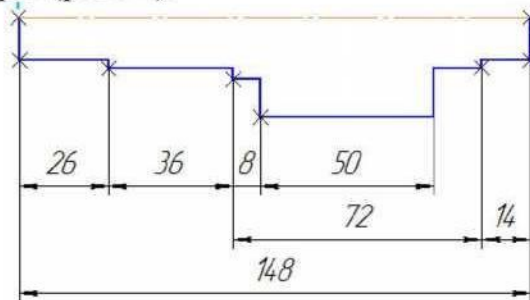

Рис. 2
5. Измените стиль горизонтального отрезка с *Основная* на *Осевая*. Нанесите размеры (рис. 2).